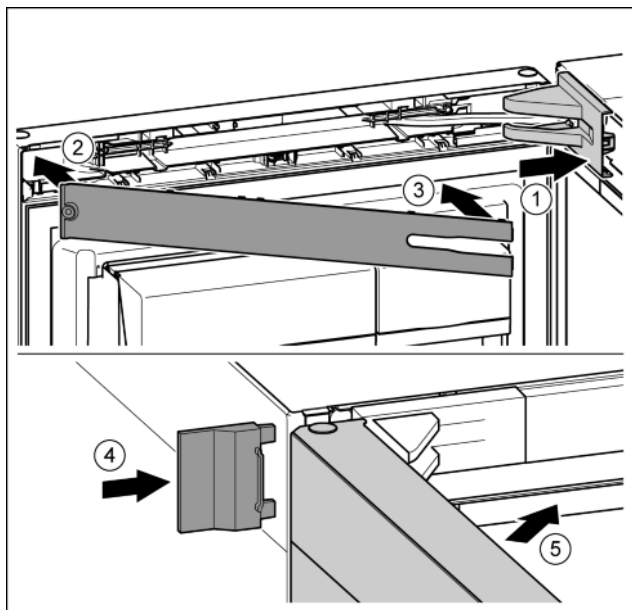

Fig. 22
- ▶ Встановіть та зафіксуйте кришку опорного кронштейна, у разі необхідності — обережно розтисніть. *Fig. 22 (1)*
- ▶ Встановіть накладку. *Fig. 22 (2)*
- ▶ Поверніть і зафіксуйте накладку. *Fig. 22 (3)*
- ▶ Насуньте зовнішню кришку. *Fig. 22 (4)*
- ▶ Закрийте верхні дверцята. *Fig. 22 (5)*